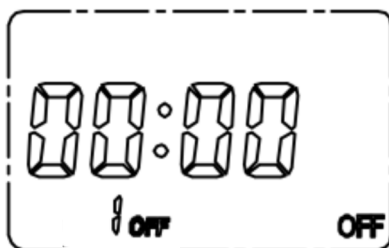

Fig.11
6.2.3.2 Para introducir 1ON (primer programa ON): pulsar "◀", "▲" y "▼" hasta fijar la fecha y hora de este programa; a continuación. A continuación "◀" hasta que la hora quede fija (sin parpadear) y pulse "▲" y "▼" para cancelar o introducir la indicación de latitud "θ". Una vez terminado este proceso, pulsar "MD" para memorizar el programa 1ON e introducir el ajuste 1OFF (primer programa OFF) (ver Fig.11)